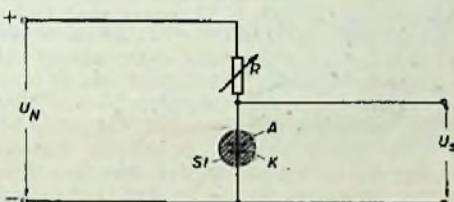

Abb. 1. Schematische Darstellung einer Spannungsstabilisierung durch eine Glimmstrecke
Die Kristallode G2T hat vier Zuleitungen. Zu dem Germaniumkristall, als der ersten, treten drei weitere aus Kupferbronze in Gestalt eines Folienbandes hinzu. Das Folienband besteht aus drei einzelnen Streifen von 1 mm Breite und verschwindender Dicke — unter 10 μ —, die gegeneinander isoliert, aber miteinander eng verklebt sind (Abb. 1, Ziff. 1). Der Abstand von einer Streifenkante zur anderen ist höchstens 50 μ, meist weit darunter. Das Folienband ist in ein keramisches Gehäuse (2) eingesetzt und mit Drahtzuführungen (3) versehen. Ein mit einer (vierten) Drahtzuführung verbundener Bolzen (4) trägt an seiner Spitze einen Germaniumkristall (5). Der Kristall sitzt auf dem Folienband so auf, daß alle drei einzelnen Streifenkanten den Kristall berühren. Jeder Streifen bildet mit der Kristallunterlage eine Strombahn, die richtungsmäßig unterschiedlich arbeitet.
Ein Glimmstrecken-Stabilisator hat die Eigenschaft, die an seinen Anschlüssen liegende Gleichspannung bei Belastung auch mit verschiedenen starken Strömen weitgehend konstant zu halten. Sein Verhalten weicht also grundsätzlich von dem eines ohmschen Widerstandes ab, dessen Spannung ja direkt proportional dem ihn durchfließenden Strom ist. Diese merkwürdige Erscheinung beruht auf einer Eigenschaft einer Glimmstrecke, die schon vor etwa 50 Jahren von Hehl entdeckt wurde; auf sie bezieht sich das Hehlsche Gesetz. Es besagt, daß die Brennspannung einer Glimmentladung so lange konstant und unabhängig von der Stromstärke ist, wie die Kathode noch nicht vom Glimmlicht ganz bedeckt ist, und daß in diesem Bereich die vom Glimmlicht bedeckte Fläche proportional der Stromstärke ist. Legt man beispielsweise an die Glimmstrecke St (Abb. 1) (ein Glaskolben mit zwei vakuumdicht und isoliert eingeführten, in geringem Abstand voneinander angeordneten Blechen A und
1. Die Spannung U_N in Abb. 1, etwa 220 Volt Gleichspannung, möge die Netzspannung eines Gleichstromnetzes (oder die mittels Gleichrichter aus einem Wechselstromnetz gewonnene Spannung) sein, die um 10 % schwankt. Der Stabilisator St möge eine Spannung von 100 V aufweisen. Bei einem ohmschen festen Widerstand R von 2400 Ohm fließt dann durch die Schaltung ein Strom von